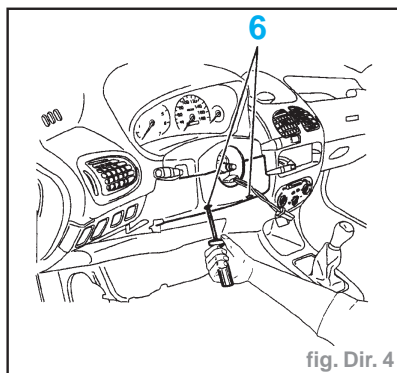

fig. Dir. 4
- les fixations (6) (fig. Dir. 4)